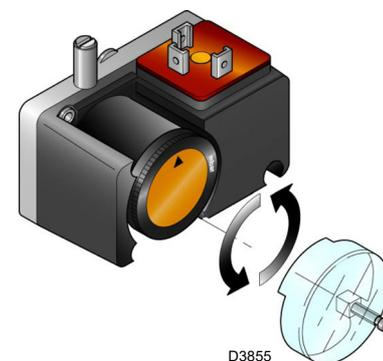

Abb. 35
- Regeln Sie den Druckwächter zur Kontrolle der Dichtheit (Kit PVP)(Abb. 35 auf Seite 33), wenn vorhanden, gemäß den dem Kit beiliegenden Anweisungen.
Regeln Sie den Druckwächter zur Kontrolle der Dichtheit (Kit PVP) (Abb. 35), wenn vorhanden, gemäß den dem Kit beiliegenden Anweisungen.